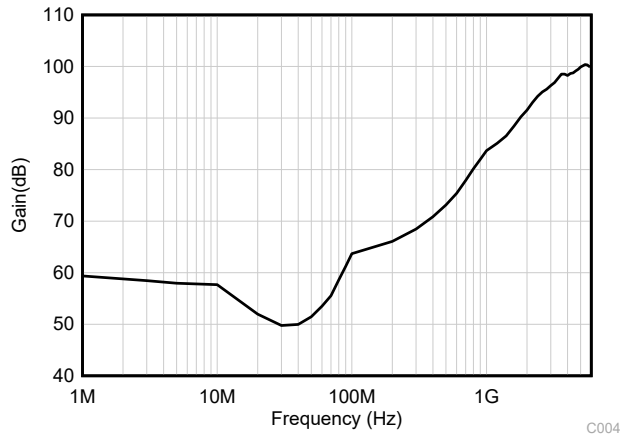

图 6-3. EMIRR 测试
OPAx991-Q1 使用集成电磁干扰 (EMI) 滤波功能来降低干扰源 (如无线通信设备以及混合使用模拟信号链和数字元件的高密度电路板) 产生的 EMI 效应。利用电路设计技术可以提高 EMI 抗扰度; OPAx991-Q1 可从这些设计改进中受益。德州仪器 (TI) 已经开发出在 10MHz 至 6GHz 扩展宽频谱范围内准确测量和量化运算放大器抗扰度的功能。图 6-3 展示了对 OPAx991-Q1 执行此测试的结果。表 6-1 列出了 OPAx991-Q1 在实际应用中常见特定频率下的 EMIRR IN+ 值。